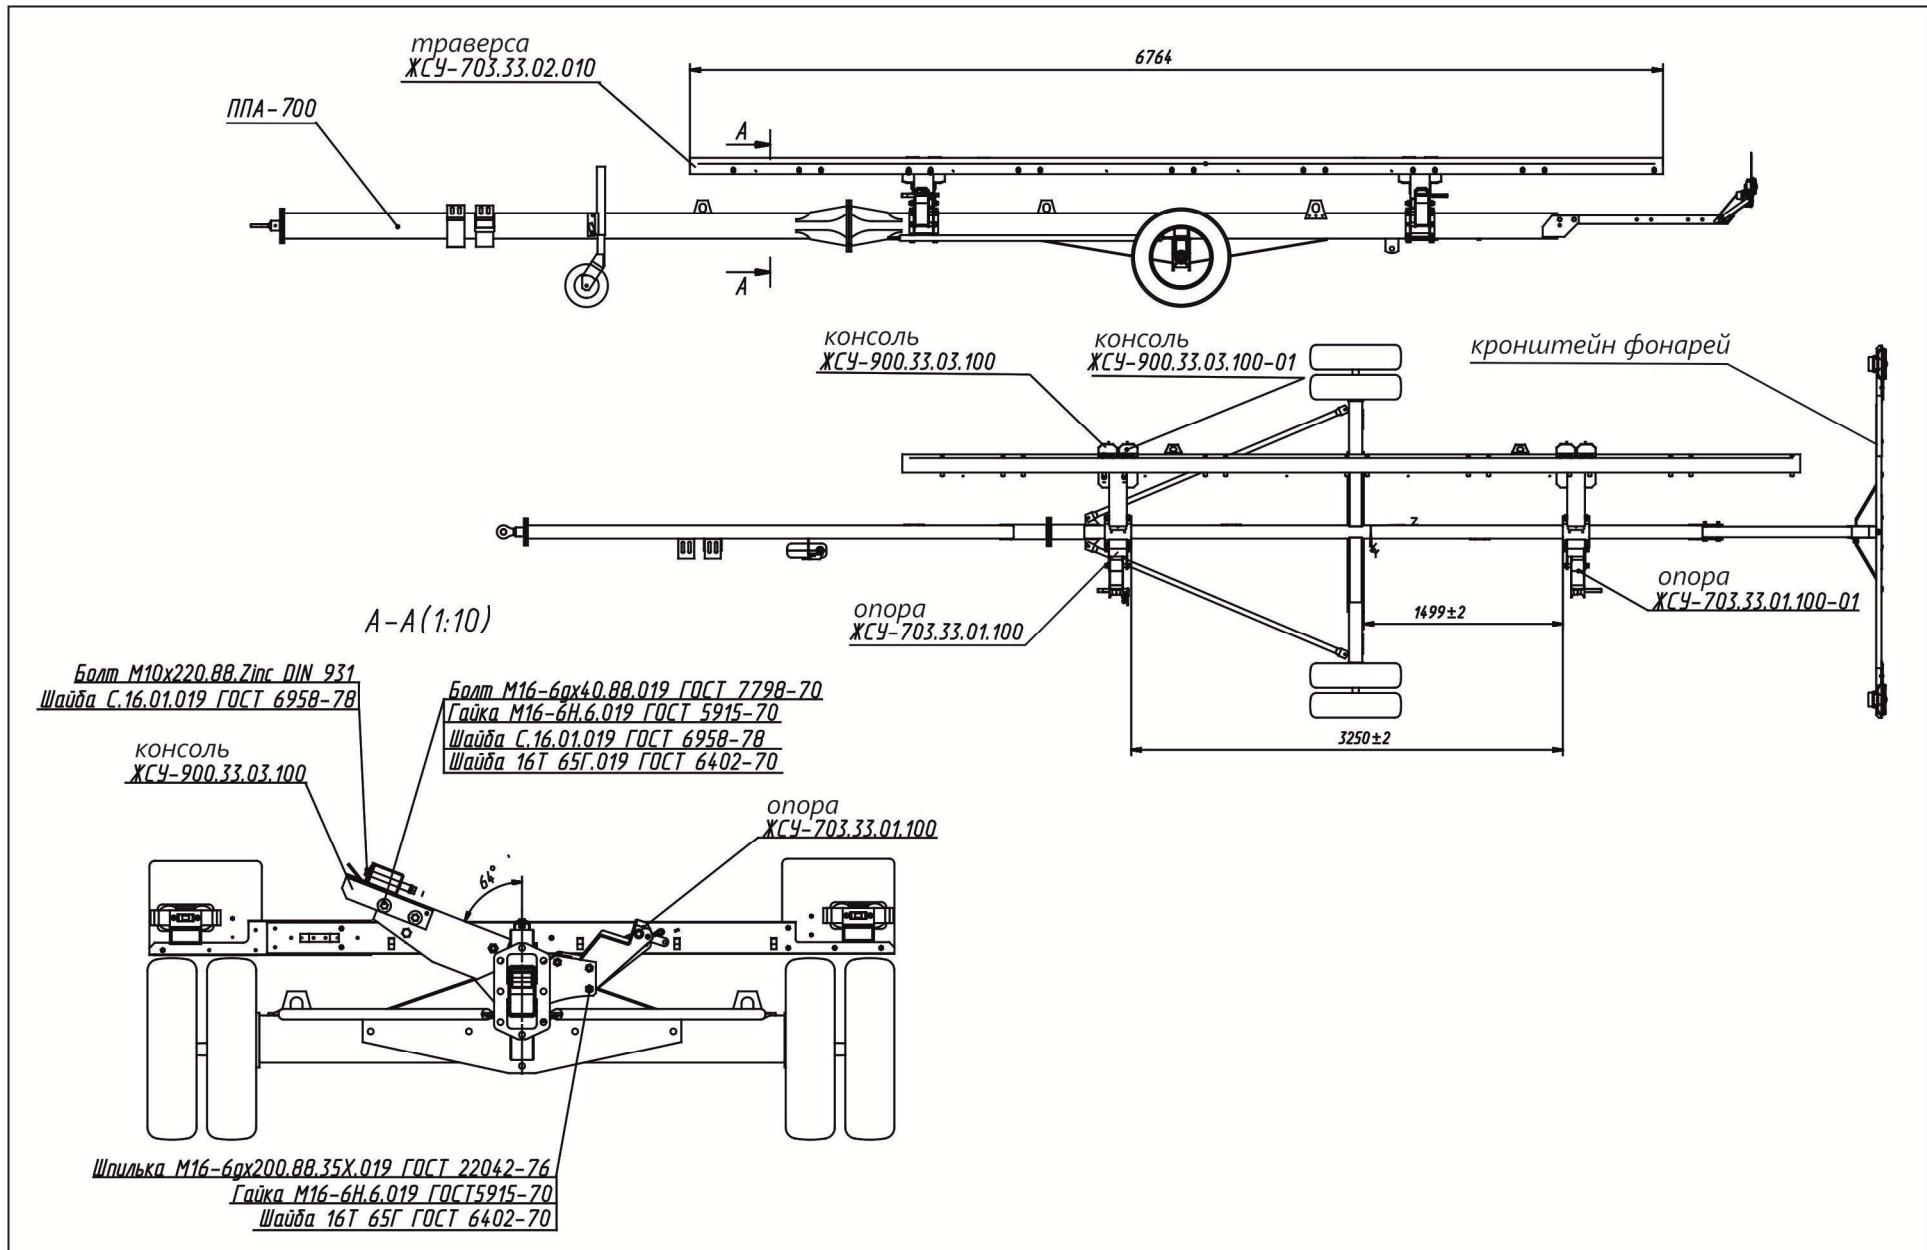

Рисунок 8.7 – Схема установки комплекта ЖСУ-703.33.01.000А, траверсы на приспособление ППА-700
- 4) установить в крайнее заднее положение кронштейн фонарей приспособления (см. рисунок 8.7);
5) демонтировать с жатки траверсу и установить ее на передние опоры и консоли. Крепление траверсы использовать из комплекта ЖСУ-703.33.02.000 (см. рисунок 8.7);